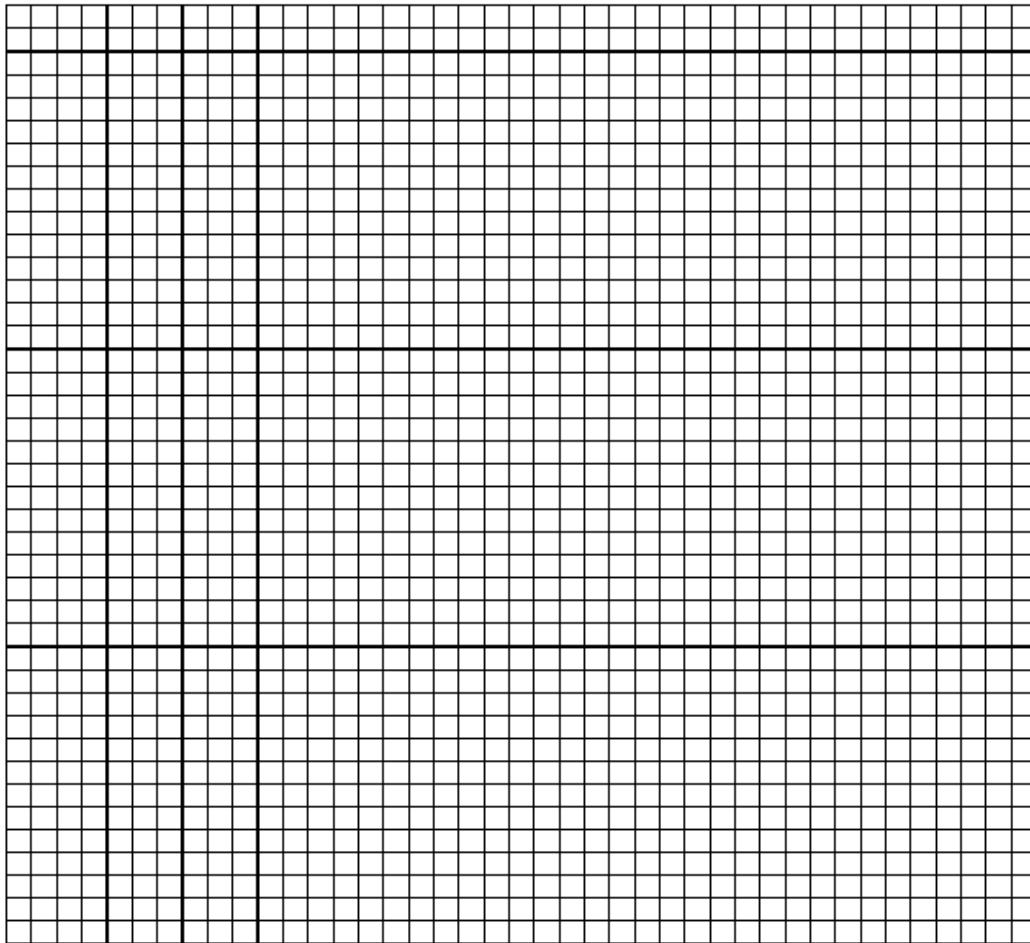

Figure 2 : Pour la Question 3.
- En supposant que les pertes de charge s'expriment par une relation de type $BQ + CQ^2$, que valent les coefficients de perte de charge B et C du puits? Utilisez la Figure 2 pour répondre à cette question.